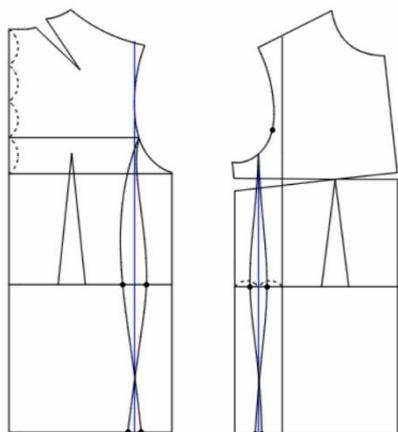

图 5-3-3 衣身结构处理 (1)
(1) 后中向下按照“衣长”尺寸延长, 后侧对齐加长; 前片参照后片对应处理。
(2) 将后片背宽线向下延伸至摆围线, 作为后片竖向分割参考线。将后片袖窿深四等分, 在第三等分点水平对齐到后袖窿作为分片起点; 以背宽线为参考, 在腰围处收“3.5cm”, 在摆围处放出“2cm”。
(3) 将前片胸宽线向下延伸至摆围线, 将胸宽线与前侧缝线在腰围处间距两等份, 并做竖直线分别与前袖窿曲线、摆围线相交, 作为前片竖向分割参考线; 在腰围处收“2.5cm”, 在摆围处放出“1cm”。
(4) 连接各分割线并修顺, 如图 5-3-3 所示。